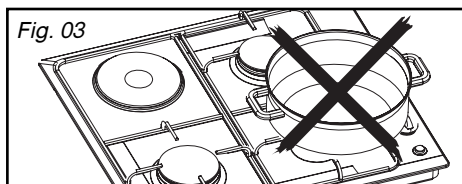

Fig. 03
- N'utilisez pas de récipients qui recouvrent partiellement les manettes (Fig. 03).